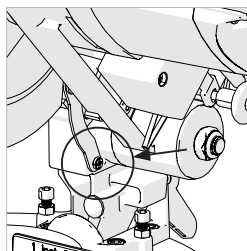

Fig. 28
- Den Zughebel am versenkbaren unteren Sägeblattschutz durch Entfernen der Gelenkschraube, die sicher aufbewahrt werden muss, lösen. (**Abb. 28**)